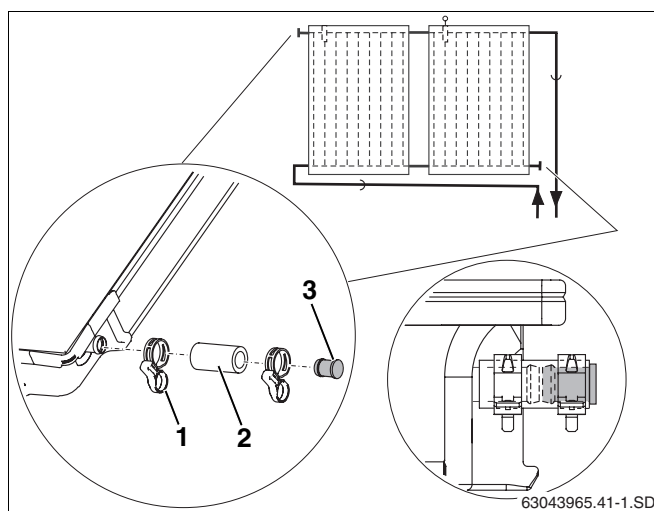

Рис. 21 Установка заглушек и пружинных хомутов
- Надеть шланги 55 мм (рис. 21, **поз. 2**) с предварительно установленными на них заглушками на оба свободных штуцера поля коллекторов.